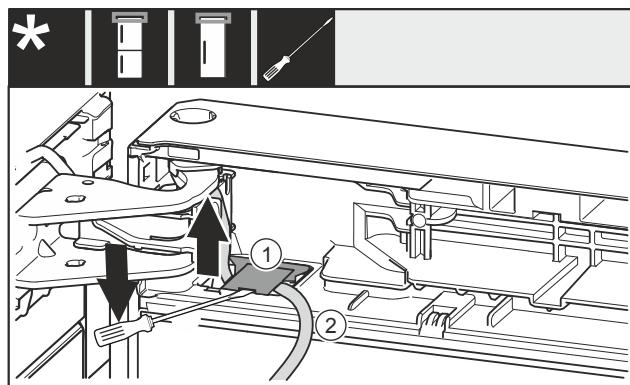

Fig. 10
- Ngrini lart kapakun mbulues Fig. 10 (1) me një kaçavidë me kokë petë dhe tërhiqeni jashtë.
- Tërhiqni jashtë kabllon Fig. 10 (2).